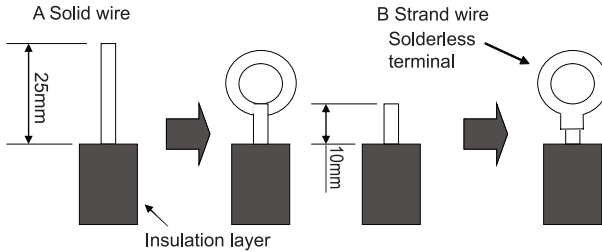

Fig.4.37
(1). For solid core wiring (Fig.4.37)
(2). For strand wiring (Fig.4.37)